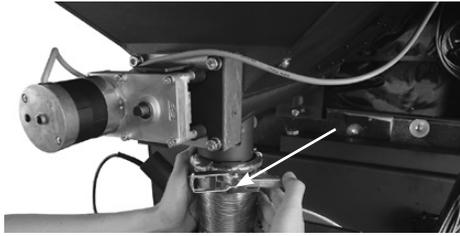

Bild 17
7. Spannring oberhalb der Zellradschleuse öffnen (Bild 17).